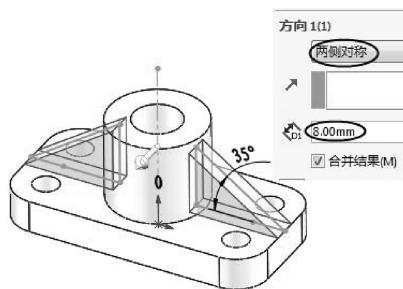

图 3-15 设置拉伸参数
- 单击【退出草图】按钮，退出草绘环境。在【拉伸凸台/基体】属性面板中设置拉伸方法为【两侧对称】，然后输入深度值为 8，如图 3-15 所示。